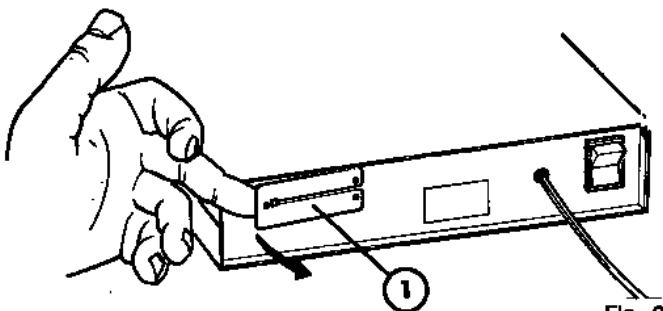

Fig. 2
- Ouvrir et retirer la trappe (1) située à l'arrière du lecteur (Fig. 2)